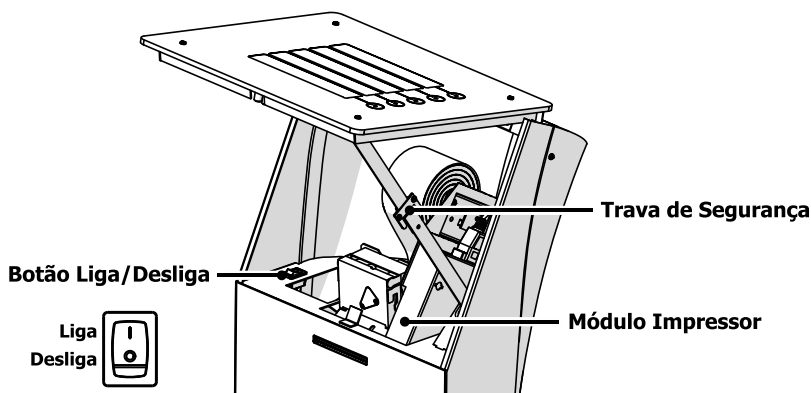

Figura 2: Acesso aos componentes internos.
- Verificar o botão liga/desliga (ver Figura 2);